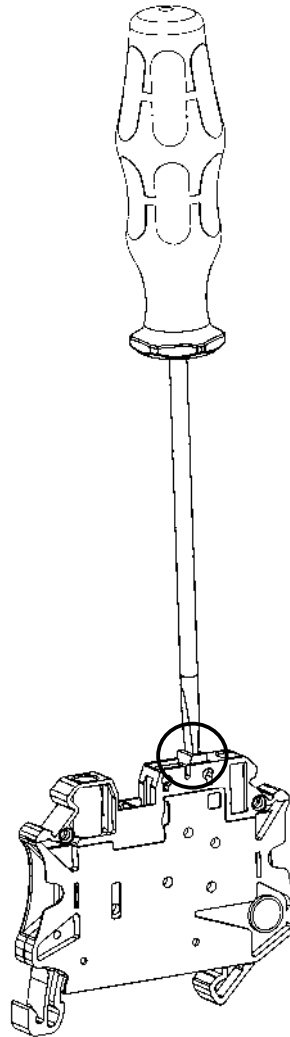

Рисунок 28 – паз размыкателя в винтовых клеммах типа «РЗМ»
- Для изменения положения ножевого размыкателя установите отвертку в паз размыкателя (рис. 28).